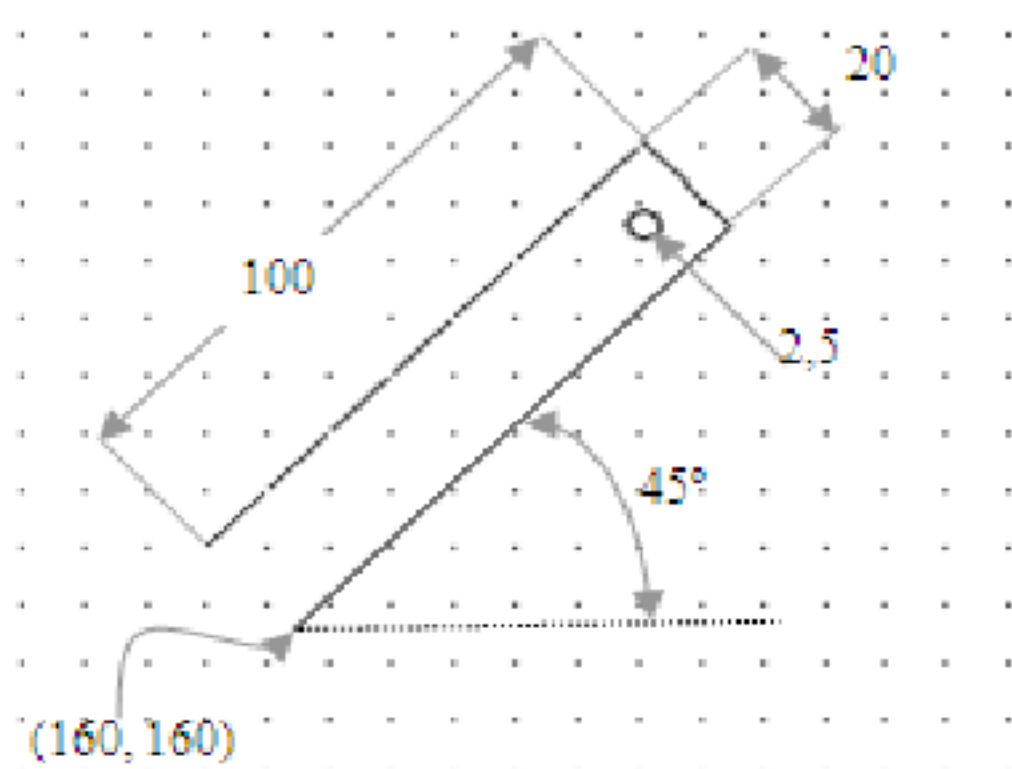

Рис. 1
3. Вызовите команду *Линия (Line)* в панели инструментов и постройте три отрезка, образующие фрагмент крестовины (рис. 1). Начните работу в точке с заданными координатами (160, 160). При построении наклонных отрезков руководствуйтесь подсказками режимов *Полярное слежение* и *Полярная привязка*.